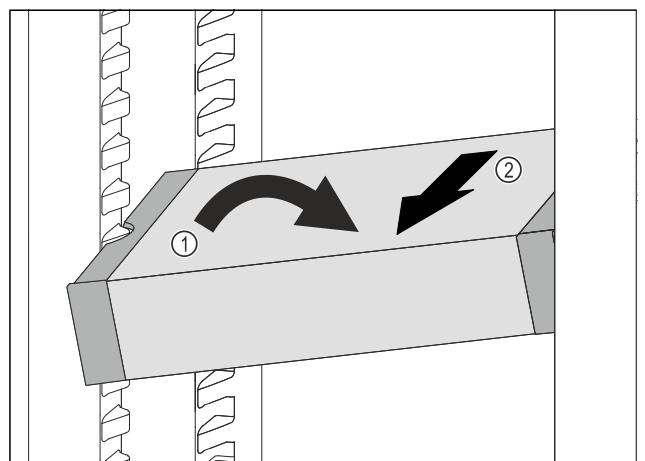

Fig. 102
- Impostare il vano frigorifero di VarioSafe ad angolo. Fig. 102 (1)
- Rimuovere VarioSafe tirando in avanti. Fig. 102 (2)